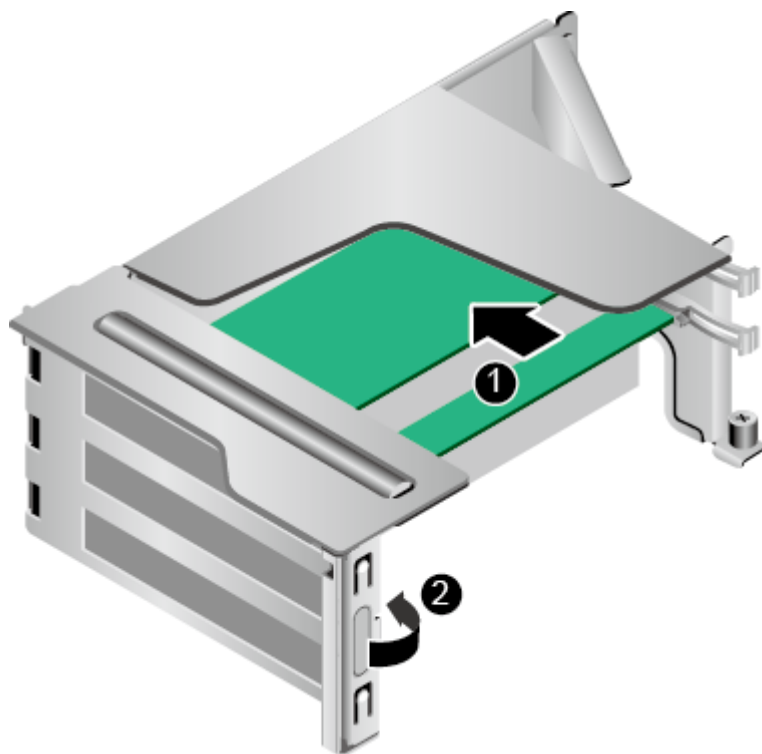

图 5-10 安装 Riser 卡上的 PCIe 卡
9. 沿 PCIe 扩展槽位插入 PCIe 扩展卡，如图 5-10 中①所示。
10. 闭合 PCIe 扩展槽位锁扣，如图 5-10 中②所示。